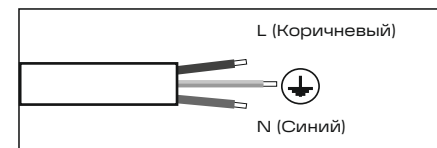

Рис. 2
- 5.10.6 Выполнить электрическое подключение осветительного прибора (6) согласно рис. 2.